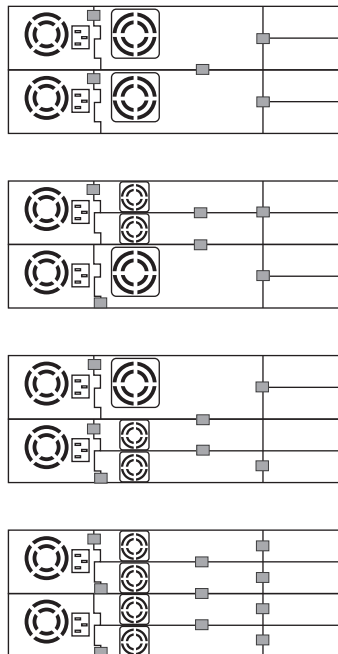

図 144. ESD 保護用の導電テープを、2U または 4U ライブラリー内に取り付けられたドライブ・スレッドの裏面に貼り付けるための図
5. 導電テープが存在する場合は、ドライブ・スレッドから除去します ( 225 ページの図 144 を参照)。
6. ESD スプリングなしのドライブ・スレッド ( 221 ページの図 139 ) を取り付ける場合、図 144 に示されているように導電テープをスレッドに貼り付けます。
4. ESD スプリングなしのドライブ・スレッド (221 ページの図 139) を取り付ける場合、225 ページの図 144 に示されているように導電テープをスレッドに貼り付けます。